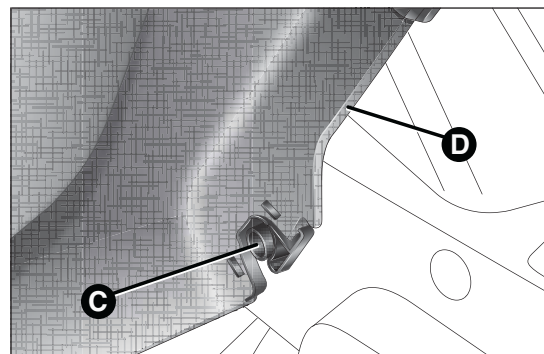

fig. 60
- dégager les axes C fig. 60 situés à l'extérieur de la tablette, puis déposer la plage arrière D en la tirant vers l'extérieur ;